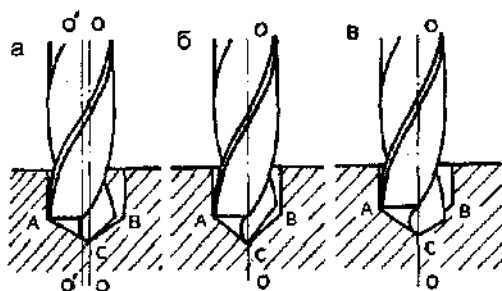

Рис. 69. Примеры неправильной заточки сверл
На рис. 69 показаны наиболее встречающиеся в практике дефекты при ручной заточке. К их числу относятся следующие дефекты:
1) неодинаковая длина режущих кромок; центр поперечной кромки не совпадает с осью сверла (рис. 69, а); длин-
2) середина поперечной кромки совпадает с осью сверла, но режущие кромки заточены под разными углами (рис. 69, б); из-за большого наклона режущая кромка  $BC$  работать не будет; снимать стружку будет только кромка  $AC$ ; при этом
3) при заточке сверла, показанной на рис. 69, в (режущие кромки неодинаковы по длине и имеют разные углы наклона), произойдет смещение сверла, и оно при работе будет вращаться вокруг оси  $OO$ , «разбивая» отверстие.